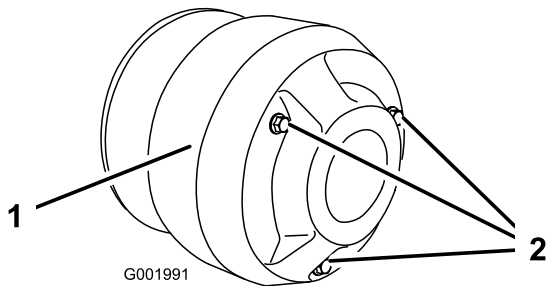

Figure 58
4. Retirez les trois boulons de fixation du couvercle de l'embrayage et déposez le couvercle (Figure 58).